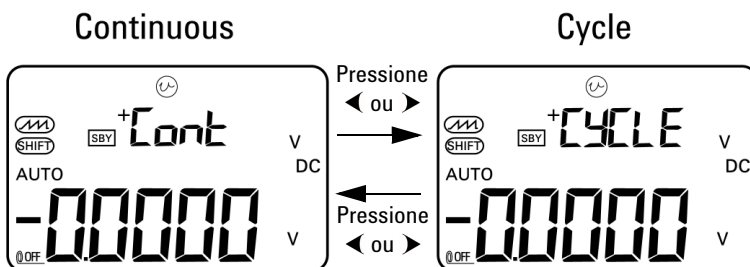

Figura 2-4 Selecionar modo de saída de rampa automática
- 4 Depois de selecionar a função  necessária, pressione **◀** ou **▶** para selecionar um dos três modos: Contínuo, Cíclico ou Passo. A exibição secundária indicará **Cont** ou **CyCLE**, respectivamente (Figura 2-4 na página 38).